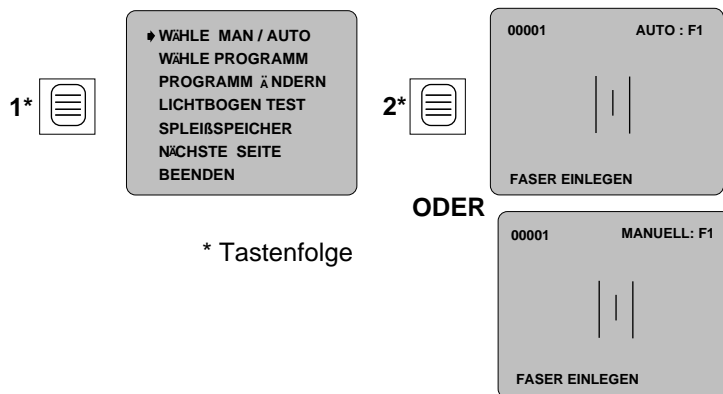

Abbildung 7
3.11 Wählen Sie manuelle oder automatische Spleißfunktion (siehe Abb. 7).